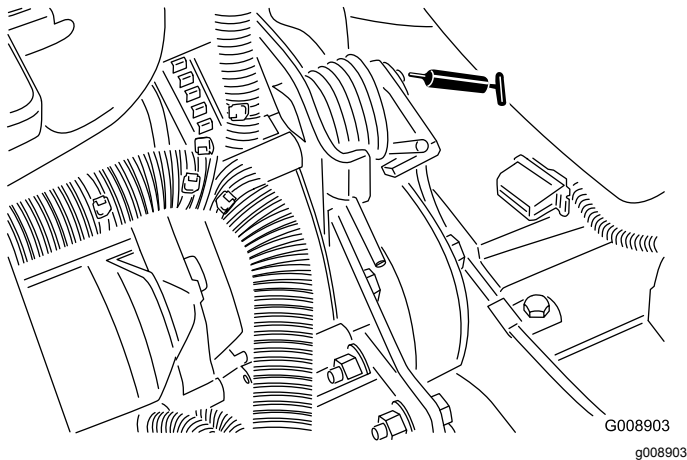

Figure 40
- Pivots de tension de courroie (Figure 40)